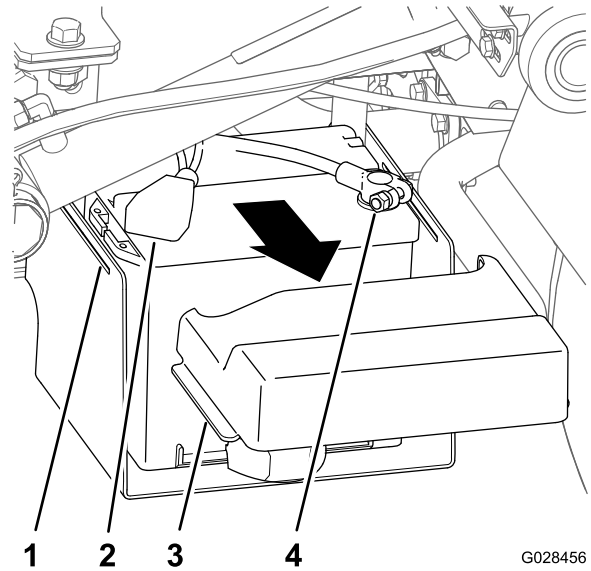

Figura 15
1. Presione los laterales de la cubierta de la batería para soltar las pestañas de las ranuras de la base de la batería, y retire la cubierta de la batería de la base de la batería (Figura 15).
2. Deslice hacia atrás la cubierta y retire el terminal negativo de la batería (Figura 15).
3. Retire el terminal positivo de la batería (Figura 15).